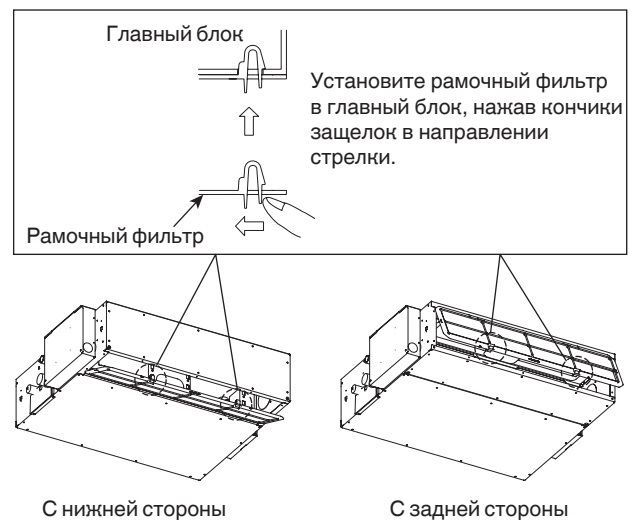

Рис. 3-6
- Установите рамочный фильтр (поставляется), как показано на рисунке. (Рис. 3-6)